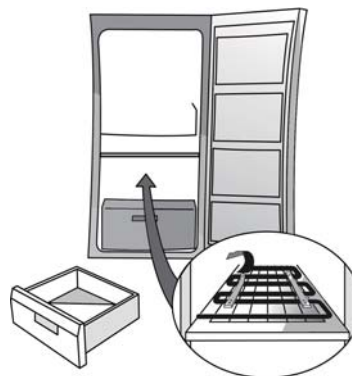

Fig. 1
- Montera distanselementen (Fig. 1, 2 eller 3 beroende på vilken modell det gäller)